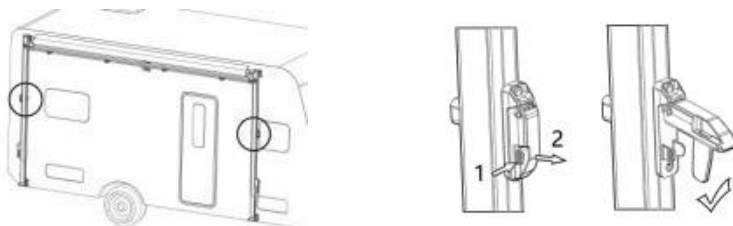

Figure D1
1. Ontgrendel de veiligheidsvergrendelingen in het midden van beide steunstangen (indrukken en draaien) en draai de schroeven van de spanstang los. (Afbeelding D1)
Draai de steunstang naar binnen en klik deze vast in de onderste montagebeugel om hem in de carrossieresteunpositie te brengen. (Afbeelding D1 3)
2.2 Trek aan de hefvergrendeling aan de onderkant van de steunstangen aan beide zijden en druk de vergrendelingskop naar beneden om de steunstang in te trekken. (Afbeelding D1 4)